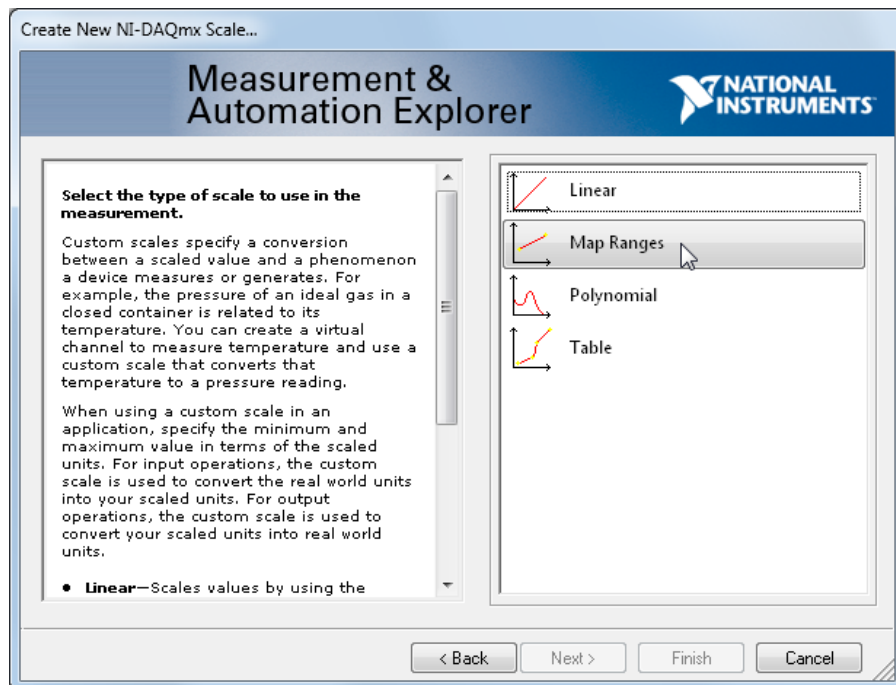

Figura 10. Existem diversas opções de escalas diferentes para o NI-DAQmx Scales.
- c. Selecione **Map Ranges** conforme ilustrado na figura 10.